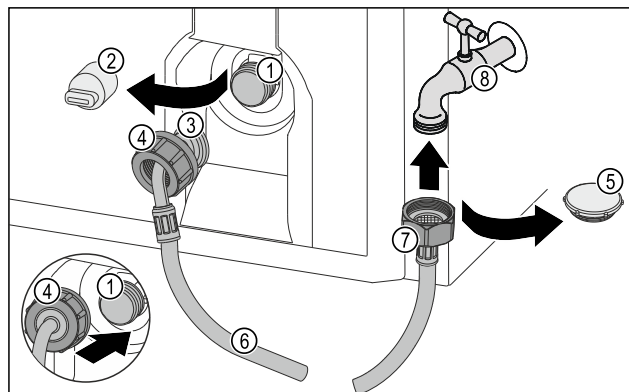

Fig. 10
- ▶ Wyciągnąć zatyczkę Fig. 10 (5).
- ▶ Przykręcić nakrętkę na prostym końcu węża (7) zaworu wody (8).